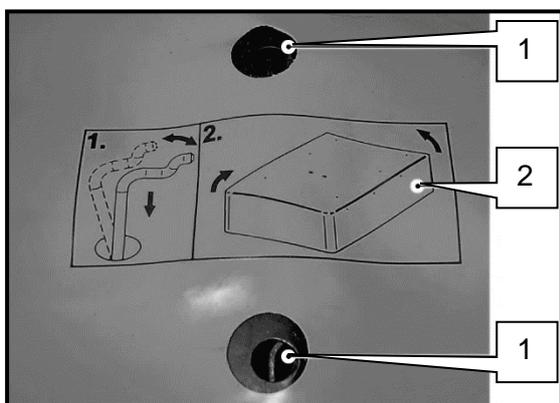

Fig. 129 Desenclavar la lona protectora
- Inserte le llave hasta el tope en el ojo de la cerradura en el lado en el que se debe doblar la lona protectora hacia arriba (Fig. 129).
- Aleje el muelle plano lateralmente (Fig. 129).